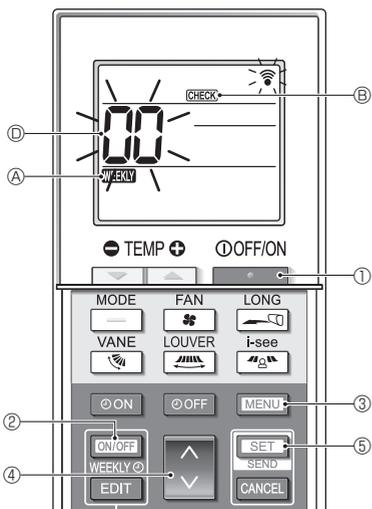

Fig. 7-2
7.2. Самодиагностика (Fig. 7-2)